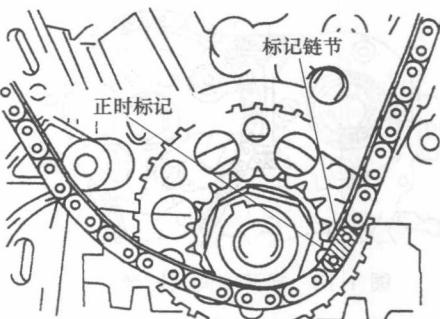
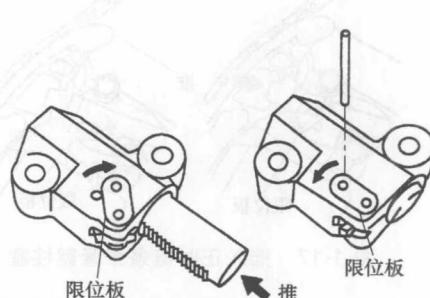

图 1-20 校准曲轴正时齿轮正时标记
图 1-21 将张紧器柱塞推进去及销插
① 将标记链节（橙色）与凸轮轴正时齿轮的正时标记对齐，安装正时链条。
② 逆时针转动右排上的凸轮轴正时齿轮总成，张紧中间正时链条。
③ 将标记链节（黄色）与曲轴正时齿轮的正时标记对齐，如图 1-20 所示。
④ 顺时针转动曲轴，将其设定到右缸径中线 (TDC/压缩) 位置。
(2) 安装正时链条张紧器制动块。
(3) 安装 1 号正时链条张紧器总成。
① 如图 1-21 所示，当顺时针转动张紧器限位板时，将张紧器柱塞推进去。
② 当逆时针转动张紧器限位板时，将 $\phi 3.5\text{mm}$ 的销插入限位板和张紧器上的孔内，固定限位板。
③ 用两个螺栓安装正时链条张紧器，拧紧力矩为 $10\text{N}\cdot\text{m}$ 。
④ 从 1 号链条正时张紧器总成上拆下销。检查